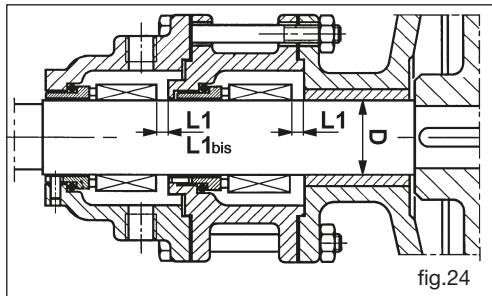

fig.24
- Enfiler la bride/ support (09).
- N.B. Le tableau indique le diamètre D de l'arbre et la distance L1 entre la garniture (66.1) et la bride/ support (09) qui n'est pas bloquée mais posée contre le rotor (fig. 24).**
- Monter le porte-garniture sur la bride/support et répéter les opérations précédentes avec la garniture (66.2) et le porte-garniture (81).